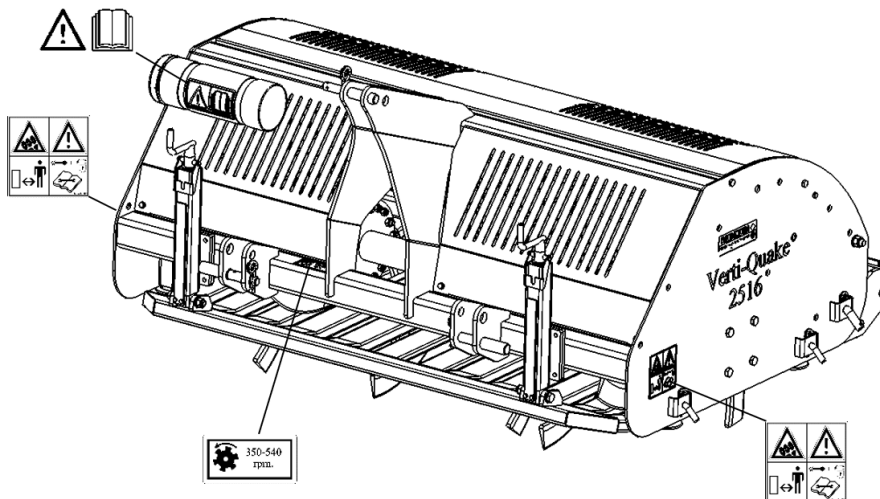

Fig. 6
Sidopanelen på ömse sidor av Verti-Quake® bär en varningsdekal (Fig. 6) med detta meddelande. Denna varningsdekal måste alltid vara väl synlig och läslig, om den har skadats skall den genast bytas ut.
(7) Placering varningsskyltar. (Fig 6.)